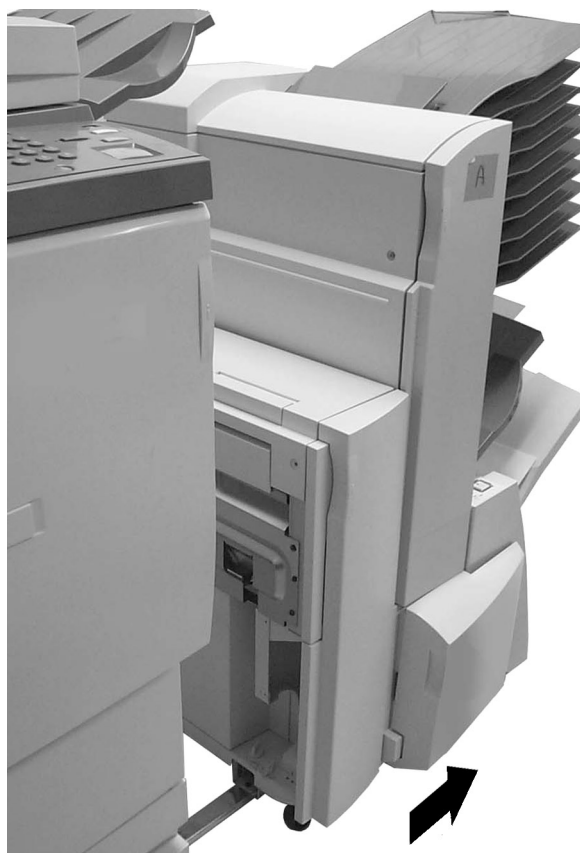

Figura 9: Como afastar o Módulo de Acabamento da copiadora/impressora
- 1 Deslize o Módulo de Acabamento para a direita (Figura 9).